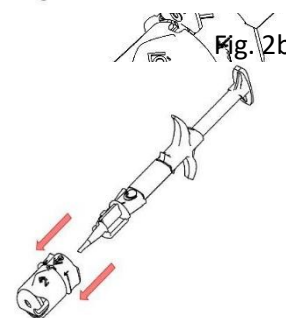

Fig. 3
7. Retirer de l'injecteur le pièce composée de l'adaptateur '2' et de l'anneau rotatif '4' comme indiqué à l'étape '4'(Fig. 3) et la détruire